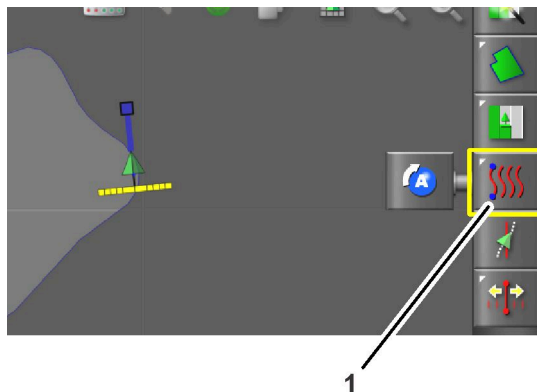

Bild 15
4. Tippen Sie auf das Symbol „Leitlinien-Menü“ (Bild 15).